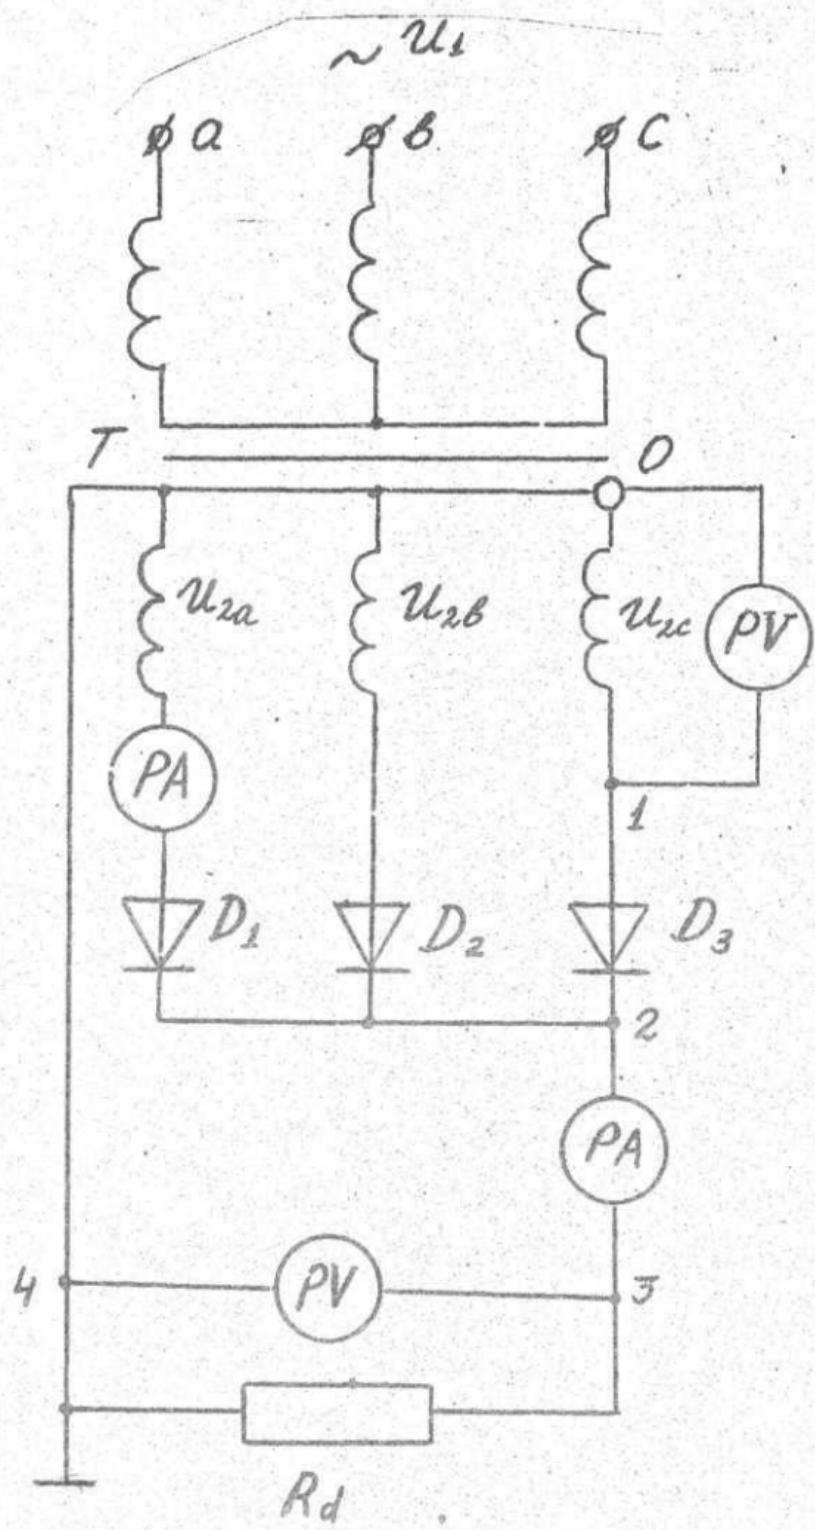

Рис. 6.1. Схема трехфазного выпрямителя с выводом от нейтрали.
Трехфазная однополупериодная схема выпрямления с выводом от нейтрали приведена на рис. 6.1. Все три диода соединены своими
Для определения временных диаграмм в различных точках схемы выпрямления необходимо использовать осциллограф, подключаемый к следующим точкам (рис. 6.1 и 6.3).
I. Собрать схему трехфазного выпрямителя с нейтральным выводом (рис.6.1).